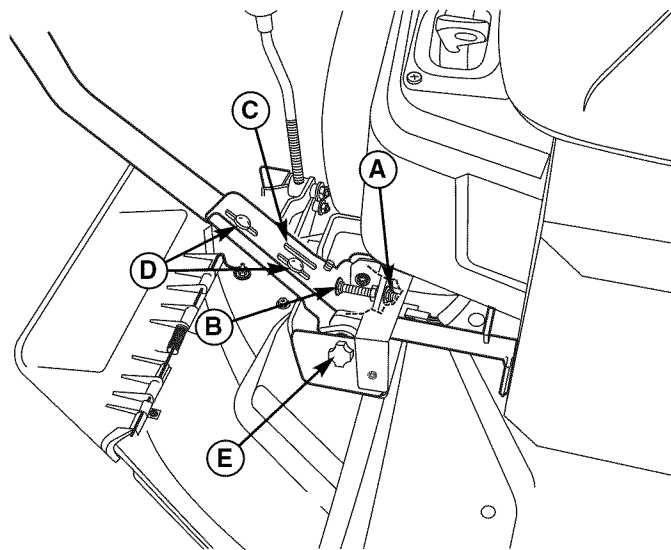

Figura 34. Ajuste de las Palancas de Control
Jale las palancas hacia adentro, encima del regazo del operador a la posición de DRIVE. Afloje los pernos de montaje (D, Figura 34) y suba o baje las palancas a la posición deseada. Apriete los pernos de montaje.
La brecha final de las palancas de control deben ajustarse de modo que las palancas no se toquen entre sí cuando se pongan en posición de DRIVE. Afloje la contratuerca (A, Figura 34) y ajuste la longitud del tornillo de cabeza redonda (B) de modo que las palancas no se toquen entre sí. Repita lo mismo en el lado opuesto. Apriete la contratuerca (A) para fijar el tornillo de cabeza redonda en su posición.
El espacio entre el operador y las palancas de control puede incrementarse quitando el perno de montaje más bajo (D, Figura 34), girando la palanca hacia adelante y reinstalando el tornillo de cabeza hexagonal a través de las palancas de control y la ranura delantera (C). Repita lo mismo con la palanca de velocidad.
Si el tractor vira a la derecha o a la izquierda cuando las palancas del control de velocidad están en la posición de velocidad máxima hacia adelante, la velocidad máxima de cada una de las palancas puede balancearse girando las perillas de ajuste (E, Figura 34). Gire la perilla A LA IZQUIERDA para aumentar la velocidad o A LA DERECHA para disminuir la velocidad.